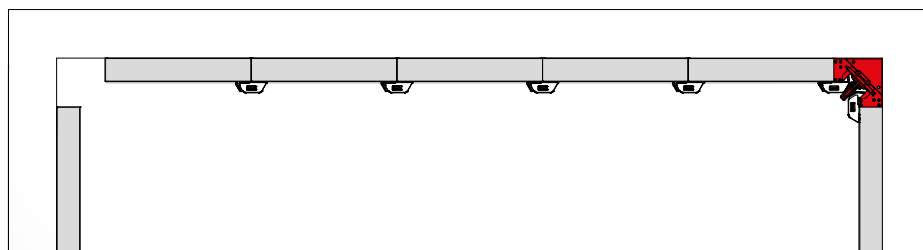

Fig. 51.3
3. Retirer l'angle intérieur décoffrant ST par le haut, puis décoffrer les panneaux (Fig. 51.3).